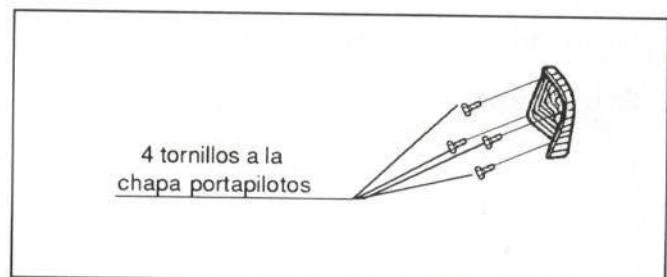

Figura 61.- Fijación de los pilotos
En la figura 61 se muestra su fijación.
- Piloto (figura 61)